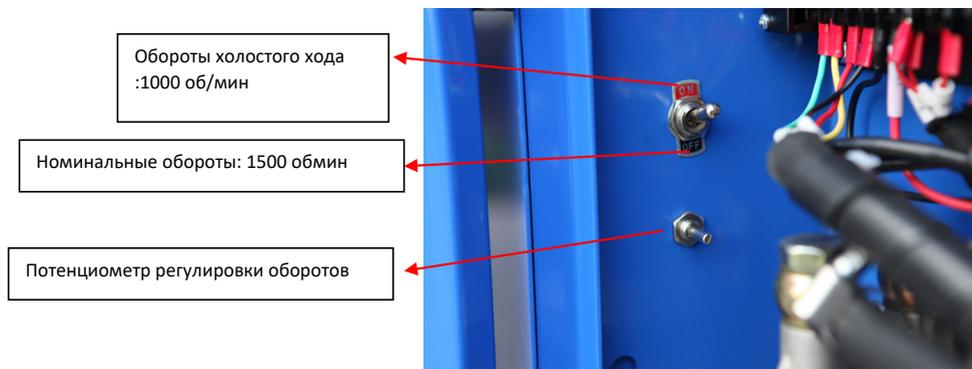

Рис. 9 Управление оборотами двигателя
- 1) Переключите тумблер оборотов двигателя в положение холостого хода (см. Рис. 9).
2. Переключите переключатель оборотов в положение холостого хода (см. Рис. 9)